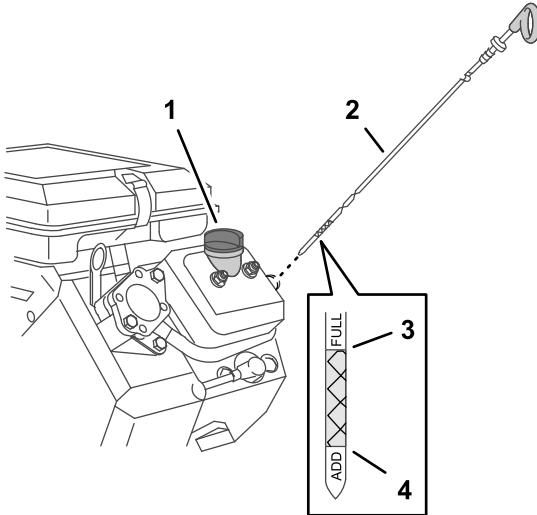

Figure 76
- Insérez la jauge dans le goulot de remplissage et vissez-la (Figure 76).
- Sortez la jauge du goulot de remplissage et vérifiez le niveau de liquide qu'elle indique (Figure 76).
Remarque: Le niveau d'huile moteur doit recouvrir la zone hachurée sur la jauge (Figure 76).
- Si le niveau est trop bas, faites l'appoint d'huile spécifiée dans le moteur jusqu'à ce que le niveau se situe entre les zones hachurées sur la jauge (Figure 76).
- Insérez la jauge dans le goulot de remplissage et vissez-la à la main (Figure 76).